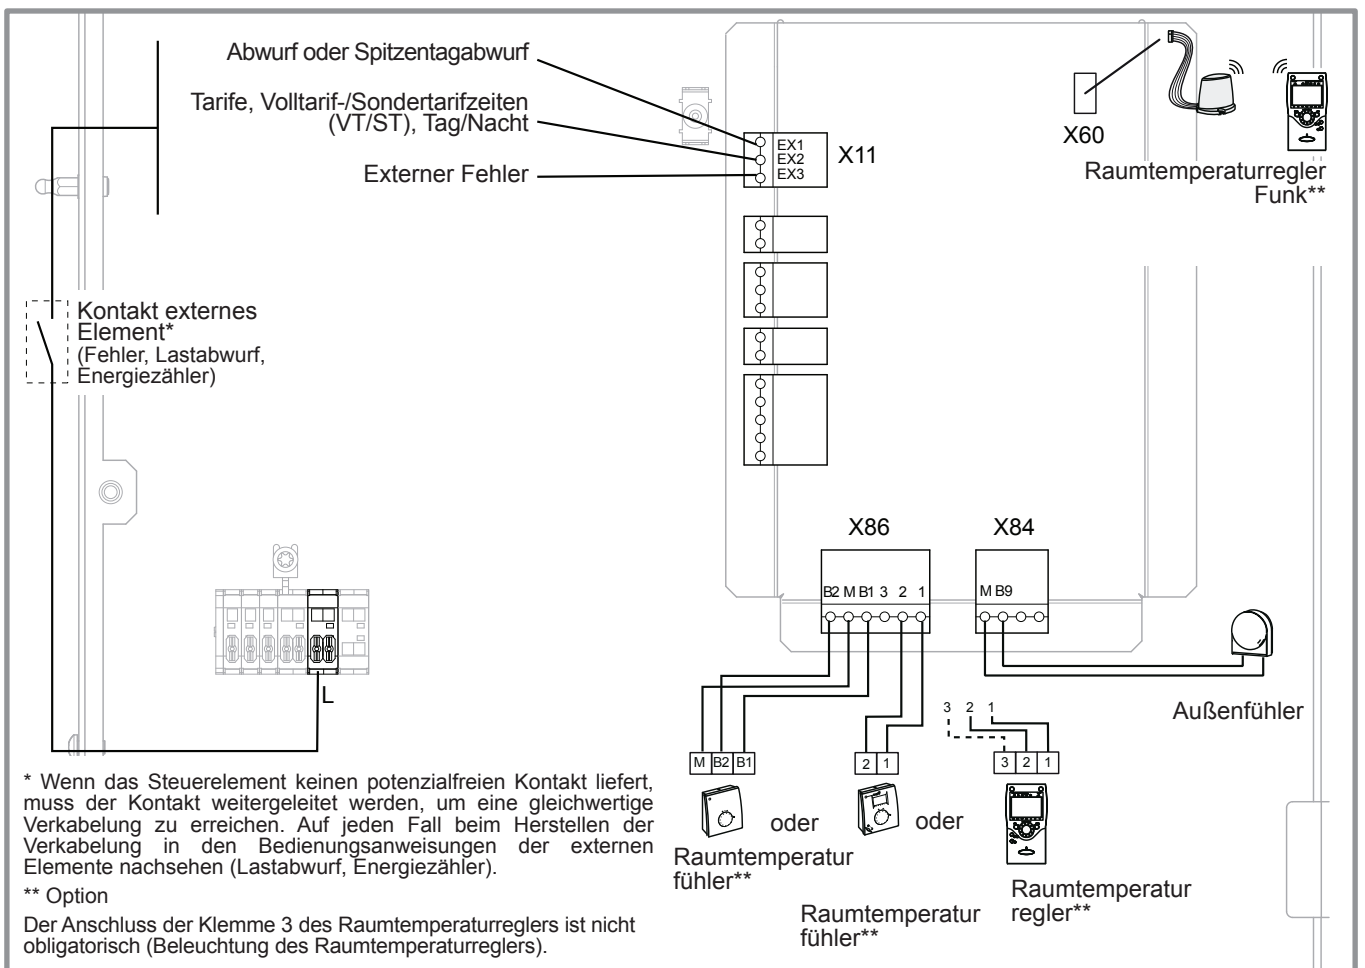

Abbildung 30 - Anschlüsse an den Wärmepumperegler (Zubehör und Optionen)
- Die Anschlüsse gemäß der Skizze **Abbildung 30** ausführen.